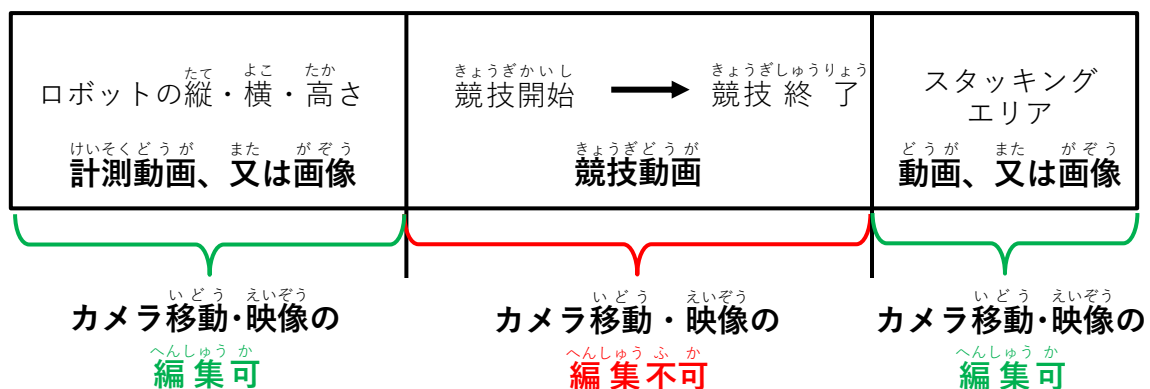

図.11 投稿動画の内容
- 5) 競技開始から競技終了までの動画はノーカットで撮影し、撮影中のカメラの移動は禁止とする(図.11 参照)。